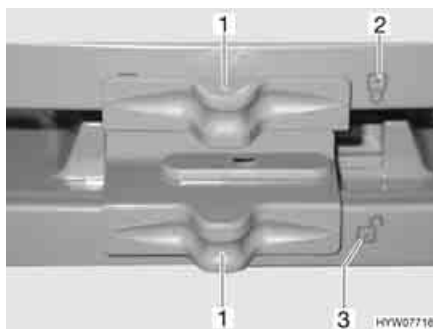

Fig. 199 Bloccaggio della porta del frigorifero/del vano congelatore (serie Dometic 7 con vano congelatore separato)
- Spingere il bloccaggio (Fig. 199,1) di lato in modo che la serratura aperta "🔓" (Fig. 199,3) sia visibile.
- Spingere il bloccaggio (Fig. 199,1) di lato in modo che la serratura aperta "🔒" (Fig. 199,2) sia visibile.